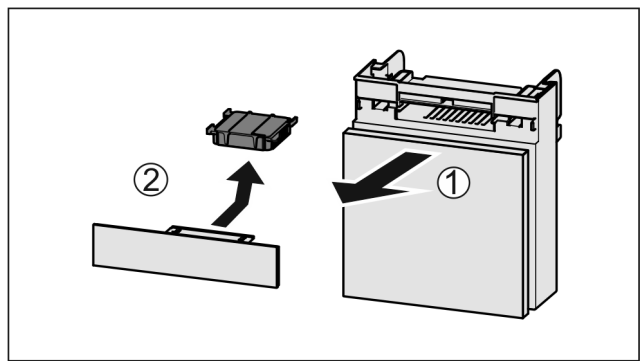

Fig. 172
- ▶ Retire el compartimiento hacia delante Fig. 172 (1).
- ▶ Retire el filtro de carbón activo Fig. 172 (2).